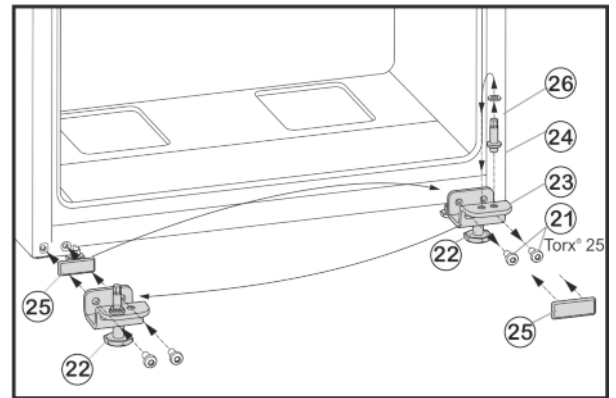

Fig. 6
- ▶ Desserrer les vis de fixation Fig. 6 (21).
- ▶ Retirer l'ensemble du support de palier inférieur Fig. 6 (23), avec le boulon Fig. 6 (24), la rondelle Fig. 6 (26) et le pied réglable Fig. 6 (22).
- ▶ Dévisser le boulon Fig. 6 (24) et la rondelle Fig. 6 (26), et les déplacer vers le logement opposé, puis le revisser.
- ▶ Retirer soigneusement la plaque de recouvrement Fig. 6 (25) et la replacer du côté opposé.
- ▶ Revisser fermement le support de palier inférieur Fig. 6 (23), le boulon Fig. 6 (24), la rondelle Fig. 6 (26) et le pied réglable Fig. 6 (22) sur le nouveau côté de la charnière au besoin à l'aide d'un tournevis sans fil (**en appliquant un couple de 4 Nm**).
- ▶ Placer la porte inférieure depuis le haut sur le boulon Fig. 6 (24).
- ▶ Dévisser le pied de réglage *Fig. 6 (22)* au niveau du support de palier inférieur *Fig. 6 (23)* jusqu'à ce qu'il repose au sol.